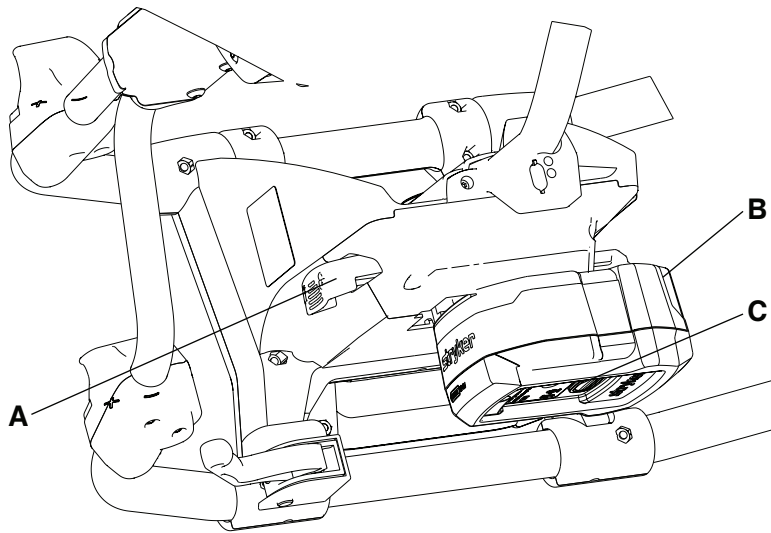

Figure 25 – Dégagement de la batterie
1. Appuyer sur le bouton rouge de déblocage d'une seule main (C) ou appuyer sur le bouton de déblocage de la batterie (A) pour débloquer le **SMRT Pak** (B) de la civière (Figure 25).